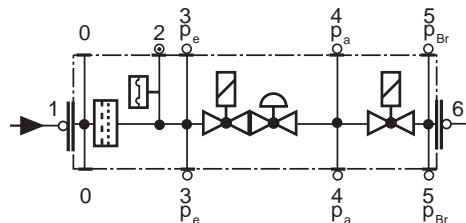

Fig. 24
- Pulire o sostituire il filtro se la differenza di pressione fra i punti 1 e 3 (Fig. 24) è  $\Delta p > 10$  mbar.
- Pulire o sostituire il filtro se la differenza di pressione fra i punti 1 e 3 (Fig. 24) risulta raddoppiata dall'ultimo controllo.